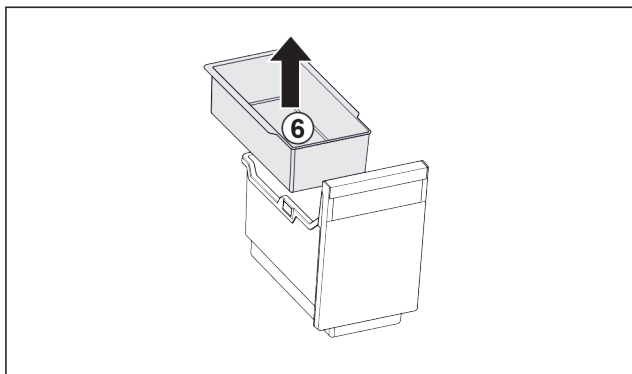

Fig. 102
- Vyměňte závěsnou misku Fig. 102 (6).